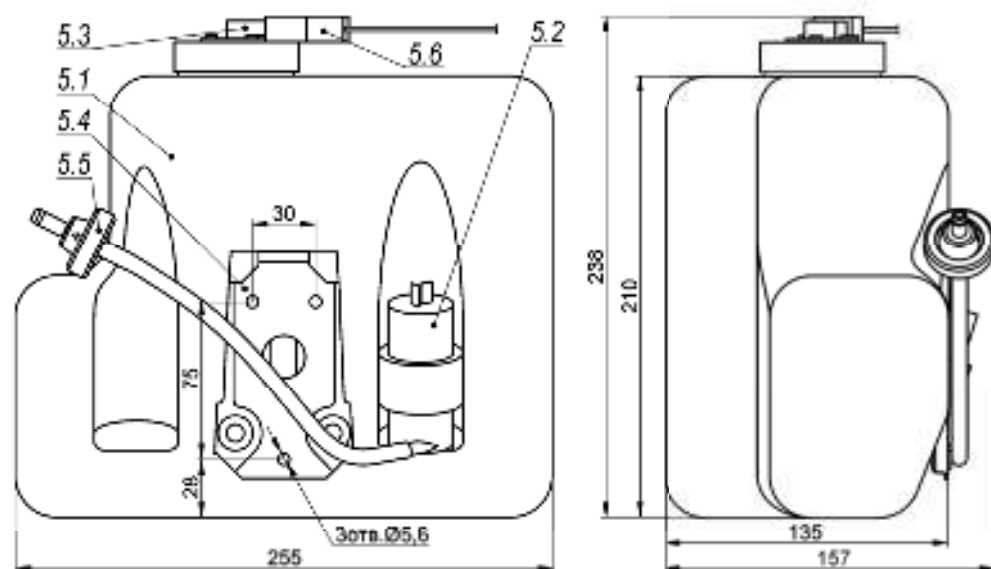

Рис.2 Состав и габаритные размеры бака омывателя
- Габаритные размеры ..... см. рис.2
- Форсунка струйная (см. рис.2)
- Бачок (см. рис.2)